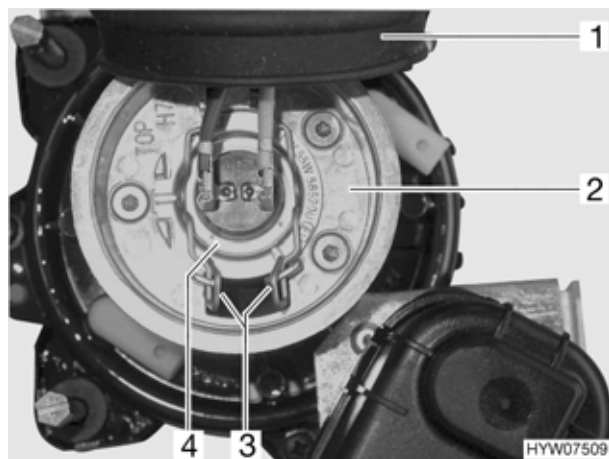

Fig. 183 Faro anabbagliante
- Togliere il copripolvere di gomma (Fig. 183,1) dall'involucro (Fig. 183,2).
- Stringere le staffe di metallo (Fig. 183,3) ed estrarle dai supporti.
- Estrarre dall'involucro la lampada ad incandescenza (Fig. 183,4) con il cavo.